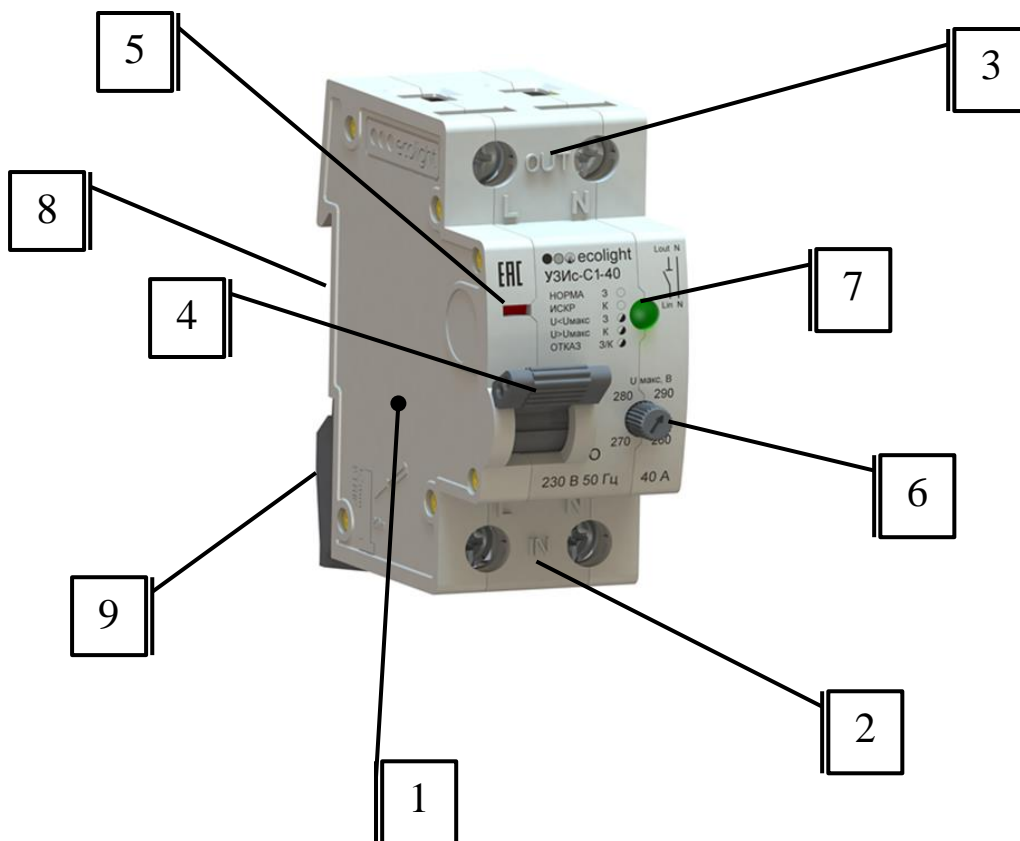

Рис. 1. Устройство защиты от искрения
1.1. Устройство (Рис.1) является неразборным, содержит корпус (1) с винтовыми зажимами входа (2) и выхода (3) линий фазы и нейтрали, внутри корпуса - плату управления и срабатывающий по ее команде механизм свободного расцепления входного и выходного контактов фазной линии. Входной и выходной контакты нейтрали соединены.
3.1.2. Вынуть устройство из упаковки. Осмотреть. Проверить визуально отсутствие механических повреждений. Проверить возможность предусмотренных ручных регулировок, воздействуя на соответствующие переключатели (рис.1). Четырехпозиционный переключатель (6 на рис.1) порогов допустимого напряжения перевести в положение, соответствующее напряжению 260 В (заводская установка).
3.1.3. Расположить устройство вертикально, так как показано на рис.1 – рукоятка ручного управления 4 расположена слева, контактная группа «OUT» располагается сверху.
3.1.4. Отодвинуть защелку 9 (рис.1) вниз. Установить устройство на DIN-рейку. Задвинут защелку 9 вверх. Проверить надежность установки УЗИС на DIN-рейке.
4.2. При помощи четырехпозиционного переключателя (6 на рис.1) задать значение максимально допустимого напряжения в защищаемой сети. Его определяет пользователь. Рекомендуется установить не более 260 В. Значение установленного напряжения, при превышении которого отключается защищаемая сеть, определяется по указательной стрелке переключателя.